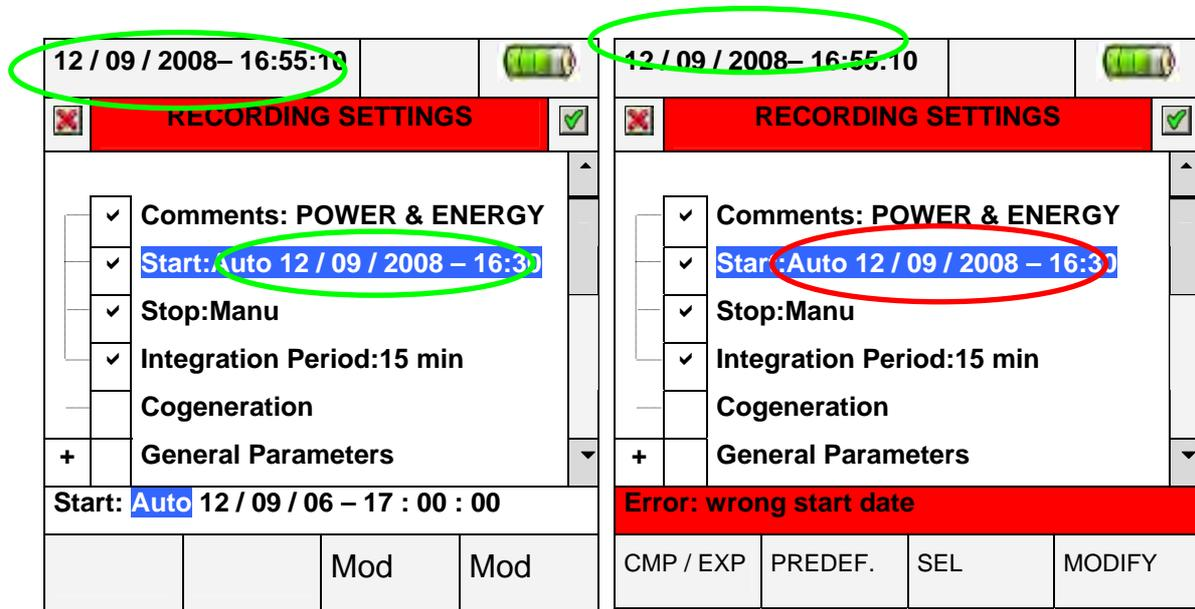

Abb. 127: Korrektes Datum / Uhrzeit **Abb. 128: Falsches Datum / Uhrzeit**
3. Benutzen Sie zum Bewegen in den Datums- und Uhrzeit-Feldern die Pfeiltasten links und rechts. Benutzen Sie die Pfeiltaste aufwärts oder drücken Sie die Taste **F3 (MOD(+))**, um den Wert zu erhöhen, und die Pfeiltaste abwärts oder drücken Sie die Taste **F4 (MOD(-))**, um den Wert zu senken. Geben Sie ein korrektes Datum / Uhrzeit ein, wie in **Abb. 127** gezeigt.